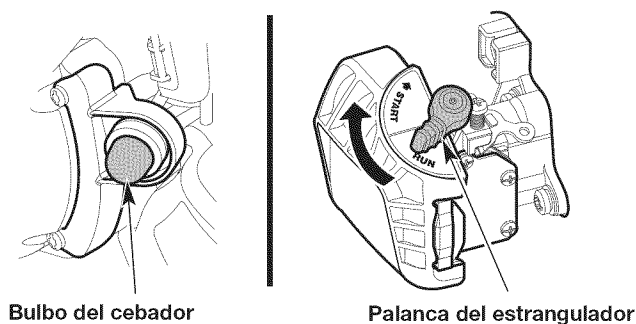

Fig. 6
3. Presione y luego suelte el bulbo del cebador lentamente **10 veces** (Fig. 6). Si no puede ver combustible en el bulbo del cebador, oprima y suelte el bulbo del cebador hasta que se vea combustible.
5. **NO** apriete el control del acelerador. Gire la palanca del estrangulador hacia la derecha hasta que haga clic en la posición **START** (arranque) (Fig. 6).